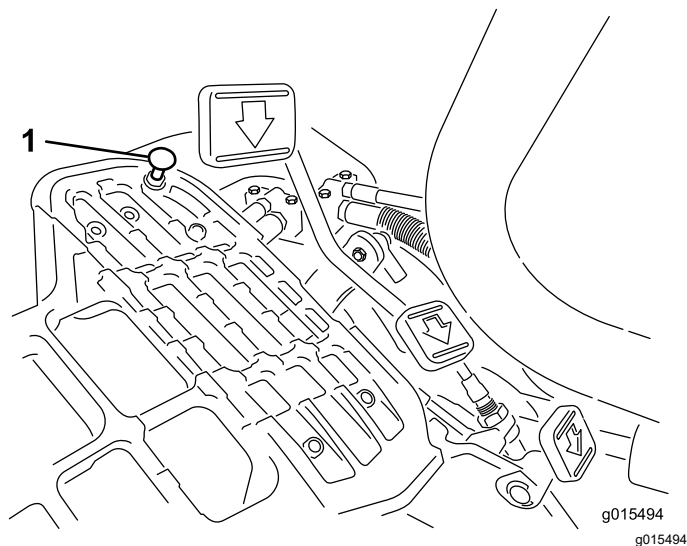

Figure 44
Pour obtenir la vitesse de transport maximale, placez le sélecteur de fonction en position de TRANSPORT et appuyez sur la pédale de déplacement. Si la pédale touche la butée (Figure 44) avant que la tension soit ressentie sur le câble, procédez comme suit :
1. Placez le sélecteur de fonction à la position de TRANSPORT et desserrez le contre-écrou de fixation de la butée au plancher (Figure 44).